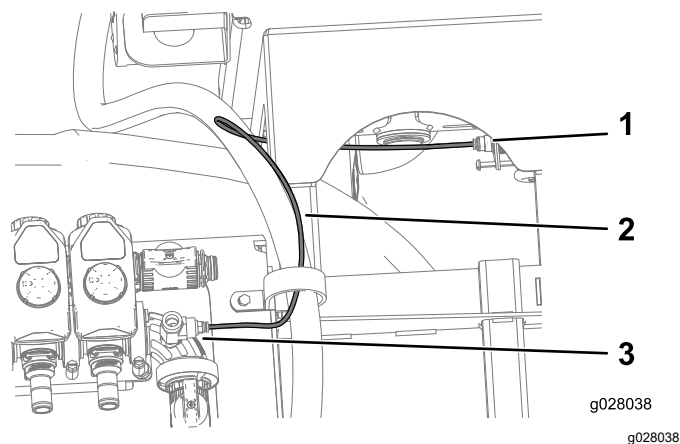

図 38
4. 水圧トランスデューサのチューブを T、90° エルボの T 字フィッティングと水圧計のカップラに接続する 図 38。